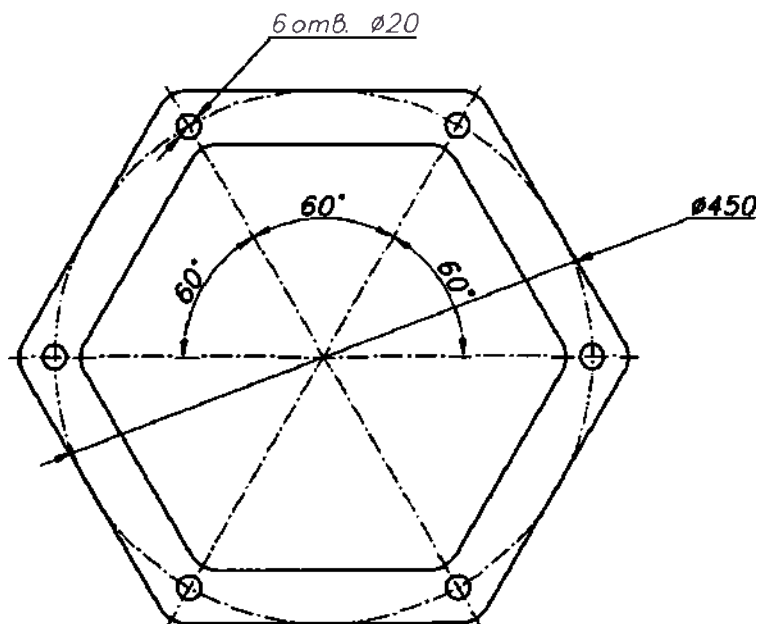

Рисунок 10.2
Установка консоли в помещениях производится с помощью комплекта крепежа и шаблона (рис. 10.2), входящих в комплект поставки.
- 1) при помощи приложенного шаблона (рис. 10.2) произвести разметку установочных отверстий;